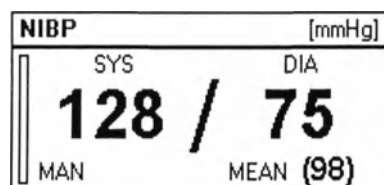
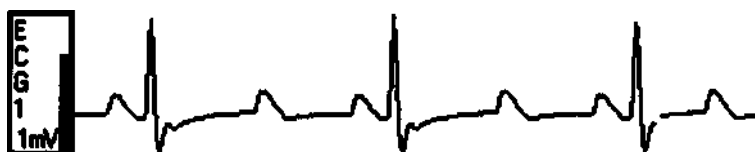

Рис.81. Пример поля мониторируемых параметров NIBP
Рис.79. Пример поля кривой ЭКГ
Поля, изображающие мониторируемые параметры – см. рис.79, представляют левую и правую колонки экрана и его нижнюю часть. По своему расположению они ограничивают вместе с полосой состояний монитора поля кривых. Каждое из этих полей содержит полосу заголовка с обозначением параметрического поля и использованную единицу измерения (например, NIBP [мм рт. ст.] – см. рис.81). Под заголовком находится параметрическое поле, которое содержит заголовки частичных параметров, изображенные строчными буквами (например, SYS – систолическое давление, DIA – диастолическое давление, MEAN – среднее давление) и собственные числовые значения, изображенные прописными буквами (например, 128/75 (98) – результат измерения давления NIBP). Кроме этого, параметрические поля могут содержать другие дополнительные числовые и текстовые сведения и индикации, частичные единицы параметров и графические элементы (барграфы – колонки, графы, графические иконы и под.). Подробное описание отдельных параметрических полей указано в главах, описывающих отдельные измерительные модули.
Поля кривых параметров находятся в центральной части экрана монитора. Состав изображаемых кривых параметров и их другие выбираемые характеристики можно модифицировать с помощью меню монитора. Пользователь имеет возможность выбрать любую комбинацию пяти изображаемых кривых. Каждая кривая начинается своим идентификационным полем с названием изображаемого параметра кривой (ECG1) и масштабом (1 мВ) – см. рис.82. Масштаб может быть специфицирован и как минимальное и максимальное значения – см. рис.79.